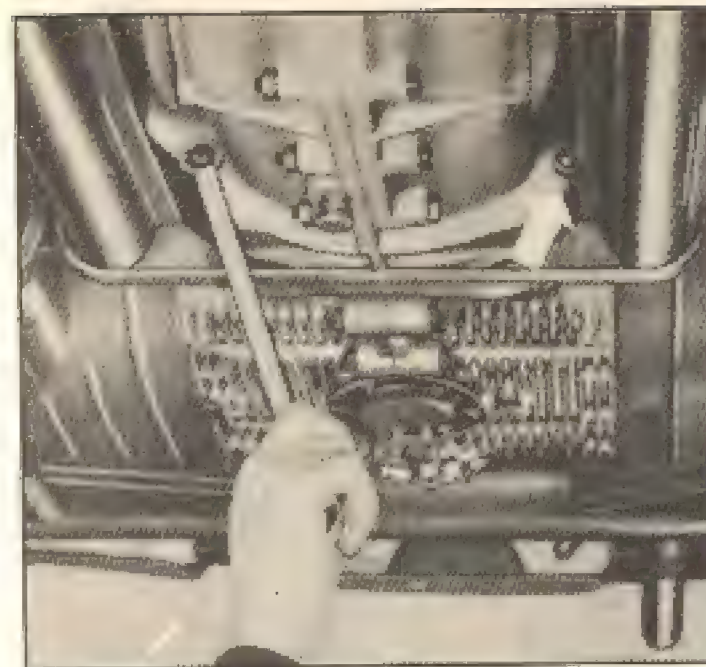

Fig. 1-H — Retirada das porcas dos estojos inferiores que prendem o motor à carcaça da transmissão.
- Drena-se o óleo do cárter e fecha-se a torneira da gasolina (modelos antigos). Retira-se a chapa traseira (42, fig. 1-B, pág. 17).
O motor está livre para ser retirado e a primeira providência a seguir é retirar as duas porcas dos parafusos inferiores, uma de cada lado da transmissão. Esses parafusos são do tipo "estôjo". (Fig. 1-H).